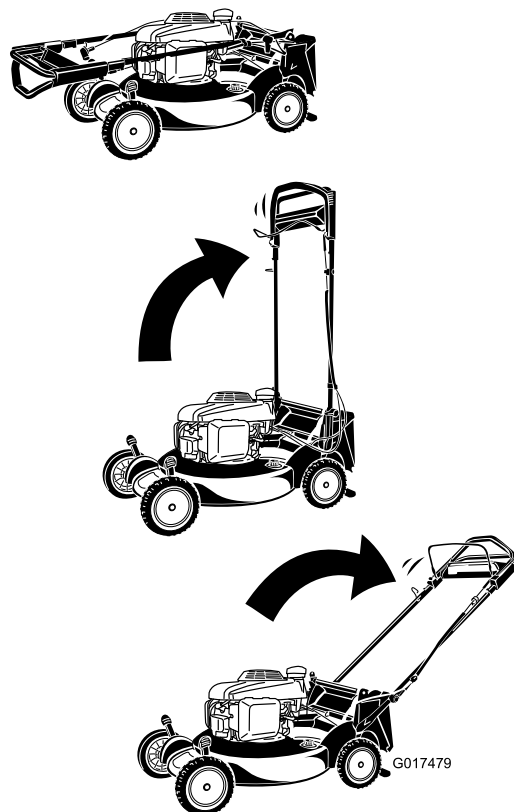

Figure 4
3. Rabattez le guidon en arrière (Figure 4).